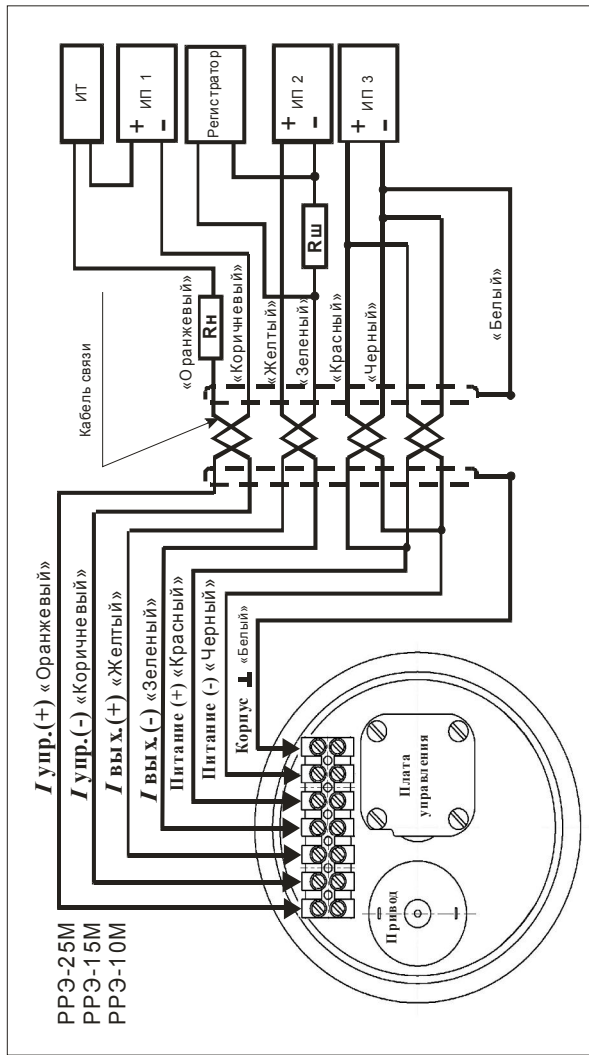

Рис.2 Схема подключения
3. Подсоединение внешних цепей – по схеме на рис.2. Доступ к пользовательской клеммной колодке после снятия кожуха. Подвод внешних электрических цепей – через кабельный ввод.